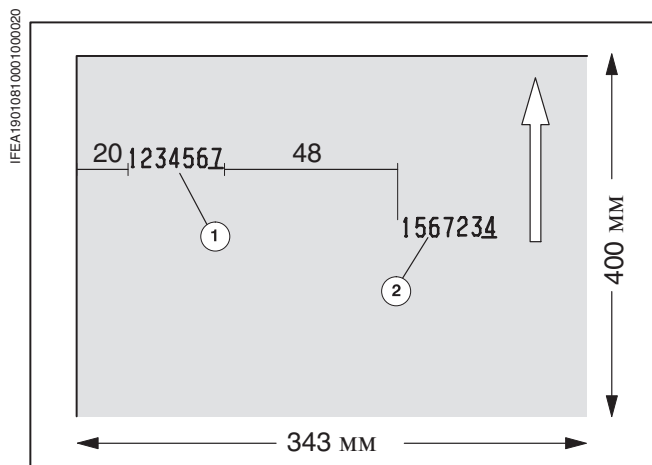
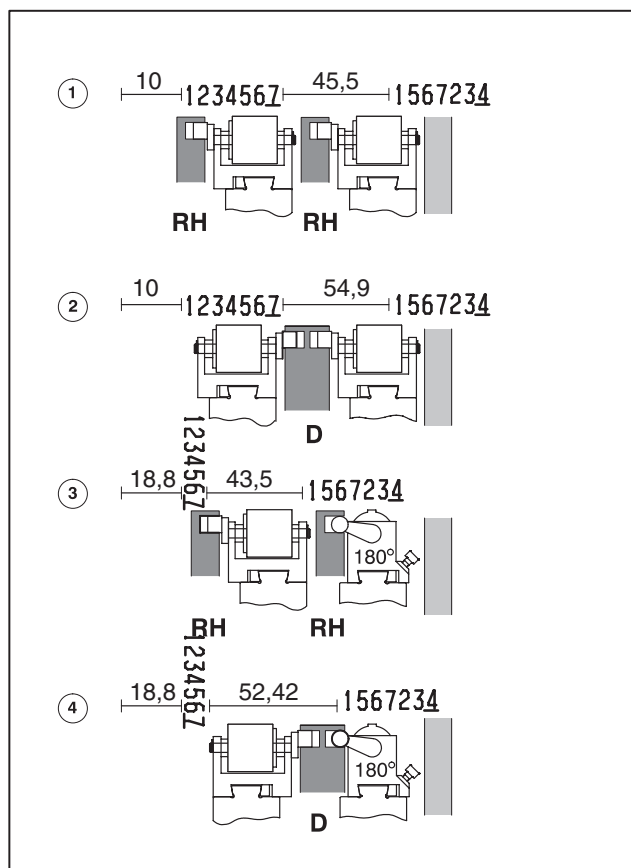

Рис. 64 Контрольный лист, пример использования
Рис. 65 Контрольный лист, применение
Тираж должен быть пронумерован в соответствии с Рис. 64
Стрелка на Рис. 64 направлена к передней кромке листа.
- ❶ Оба контрольных листа положить слева и справа от тиража.
- ❷ Цифра слева сверху (Рис. 64/❶) расположена на расстоянии 20 мм от кромки листа. Расстояние от боковой кромки до цифры, расположенной внизу наискось (Рис. 64/❷) составляет 48 мм. Обе цифры в связи с размером листа могут быть отпечатаны только продольными нумераторными головками.
- ❸ На обоих контрольных листах проверить, при каком расположении нумераторных головок и кулачка переключения может быть соблюдено требуемое расстояние от левой кромки бумаги (20 мм).
- ❹ Для этого рассмотрите расположение только на левой стороне данного контрольный листа.
На Рис. 65 показаны 4 возможности соблюдения расстояния 20 мм от кромки. Вторую цифру (Рис. 64/❷) можно отпечатать только с помощью продольных нумераторных головок.
Так как эта, расположенная внизу наискось цифра, сдвинута на 48 мм от боковой кромки, приемлема только первая возможность (Рис. 65/❶).